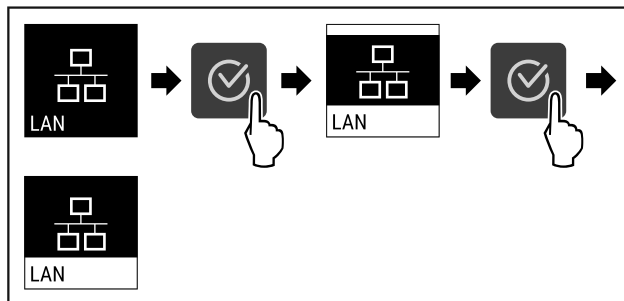

Fig. 82
- ▶ Atlikite veiksmus (žr. Fig. 82).